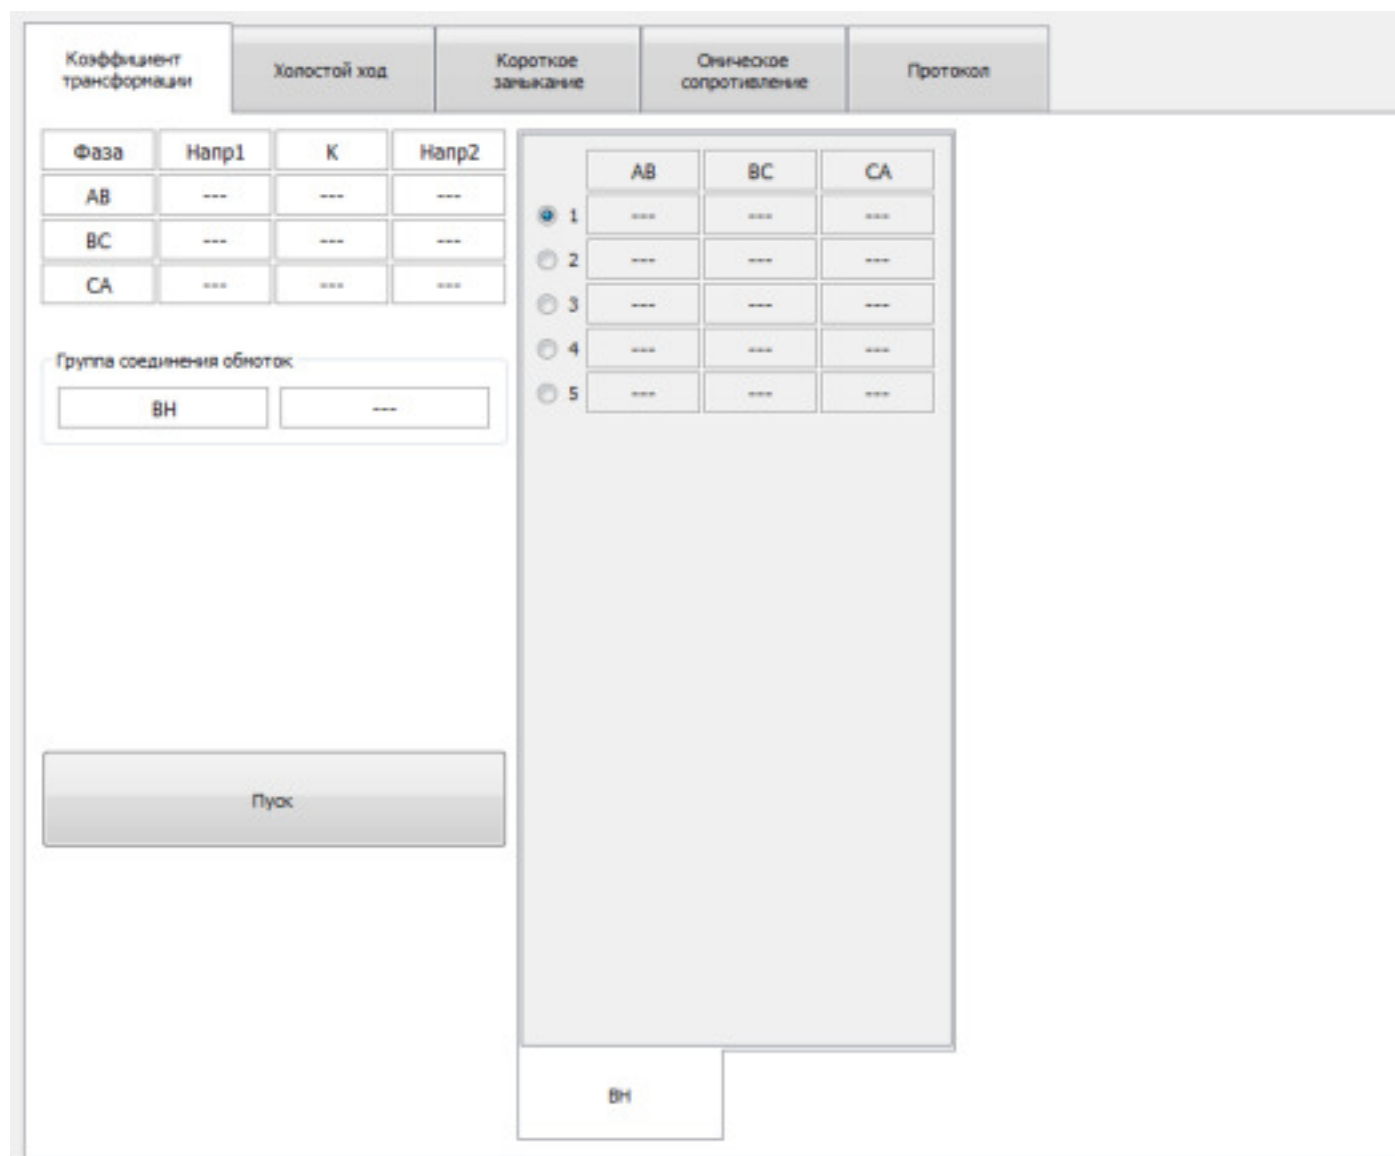

Рис. 9. Вкладка «Коэффициент трансформации»
5.2.4. Переключаемся на вкладку «Коэффициент трансформации» (рис. 9) и выбираем ответвление, для которого проводится проверка.